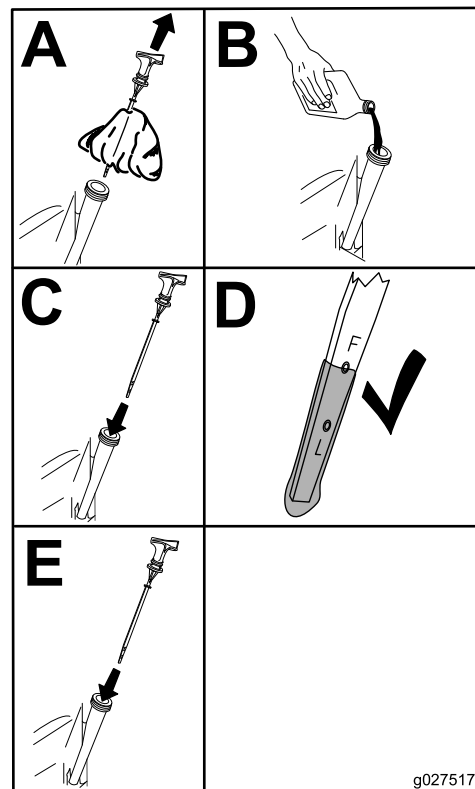

Figura 39
6. Vierta lentamente un 80% aproximadamente de la cantidad especificada de aceite por el tubo de llenado (Figura 39).